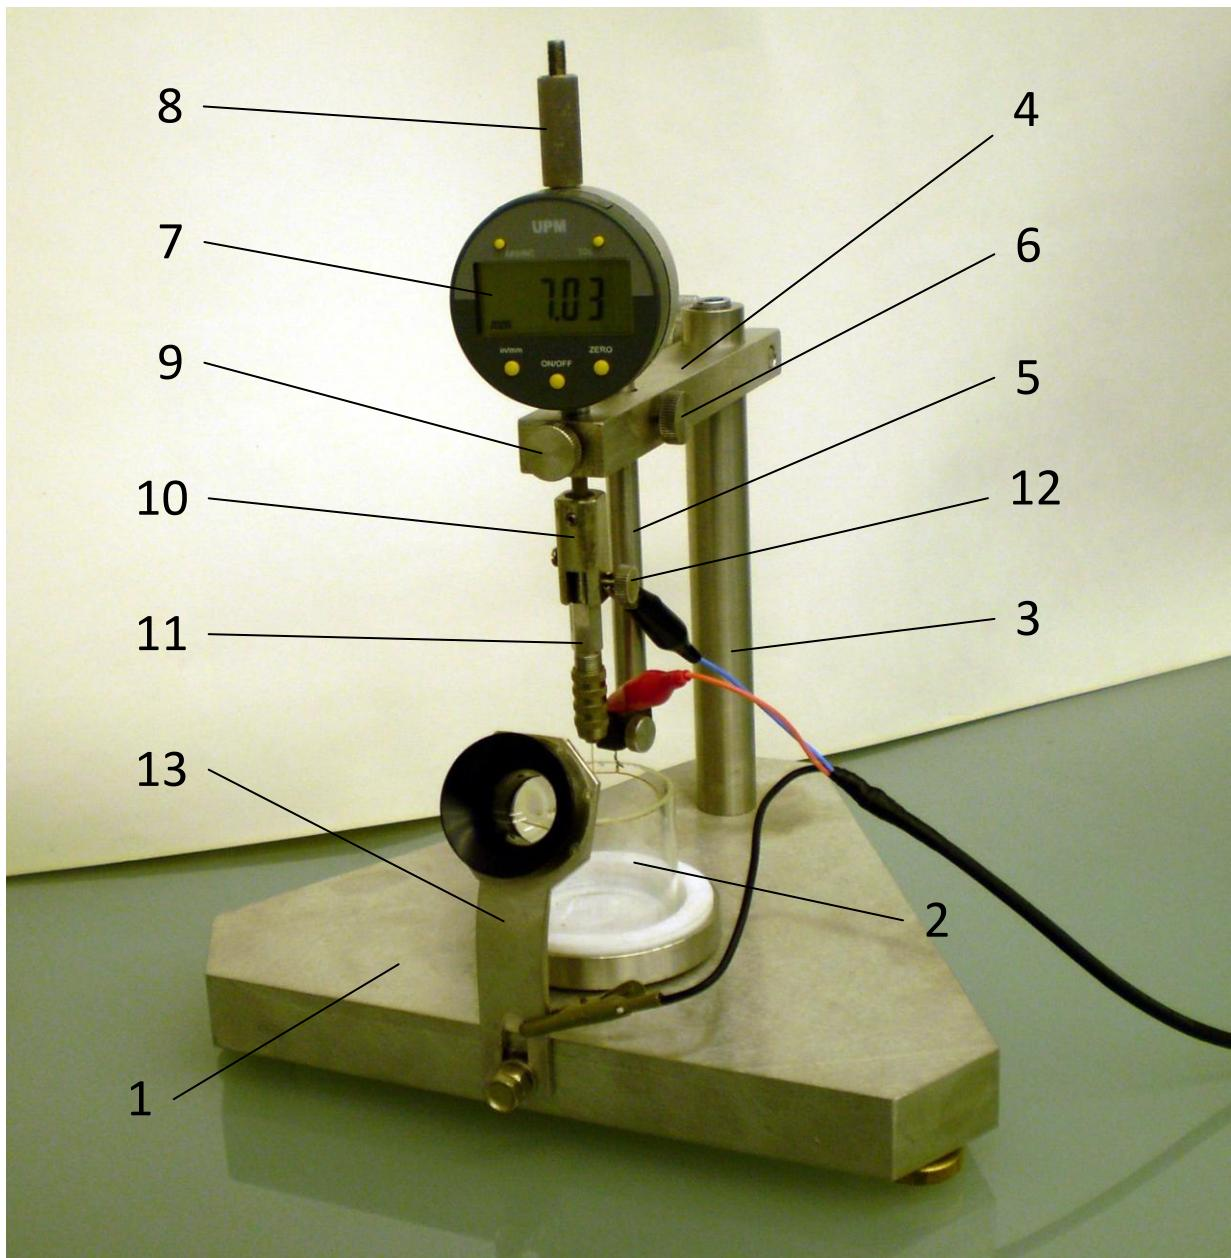

Рис. 2
На рис. 2 показан общий вид электрохимической ячейки.
Кабель для подключения электрохимической ячейки к блоку управления СИО выполнен из кабеля марки С800 и представляет собой две изолированные жилы в общем экране. Экран электрически соединен с цепью «AGND» блока управления. С одной стороны кабеля смонтирован круглый разъем (розетка) с накидной резьбовой гайкой для соединения с разъемом «ХИМ. ЯЧ.» блока управления. С другой стороны кабеля смонтированы три зажима типа «крокодил». Зажим с изолирующим колпачком черного цвета (минус) подключается к платиновому кольцу, а зажим с колпачком красного цвета (плюс) – к вольфрамовой проволоке. Третий зажим без колпачка (экран кабеля) подключается к корпусу электрохимической ячейки (см. рис. 2).
**Внимание! На рис. 2 подключение зажимов с колпачками красного и черного цвета – ошибочно! Подключать указанные зажимы согласно тексту, т.е. поменять их местами!**